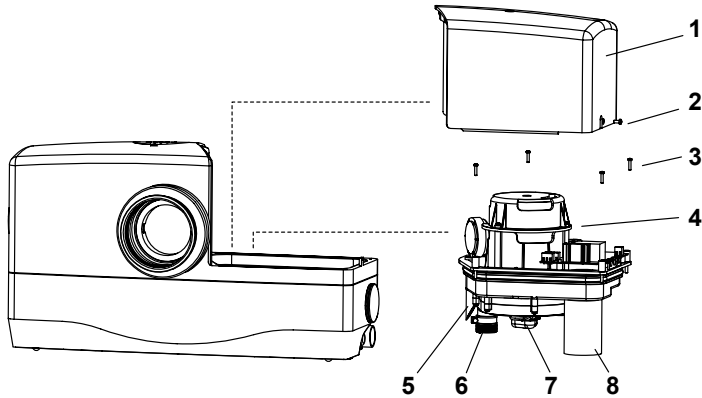

Abbildung 9
- / Bei dem Entfernen der Abdeckhaube (1) die Sicherungsschraube (2) entfernen.
- / Bei Ausbau Motor-Pumpeneinheit (4) die Befestigungsschrauben (3) entfernen (Abbildung 9).
Sollte die Hebeanlage dann immer noch nicht einwandfrei arbeiten, muss wie auf Seite 20, Abbildung 9 die Motor-Pumpeneinheit zur weiteren Prüfung ausgebaut werden.